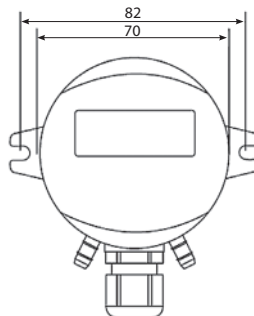

Fig. 1. Afmetingen druksensor
- de sensor moet direct op de leiding vastgeschroefd worden (zie Fig.1).